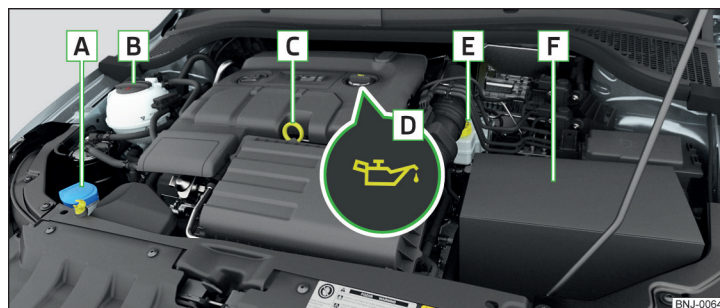

Fig. 145 Prezentarea în principiu: Compartimentul motor
Disponerea în compartimentul motor » fig. 145
- > Deșurubați capacul orificiului de umplere cu ulei » fig. 145 la pagina 155.